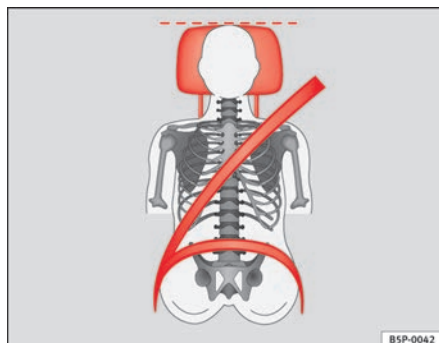
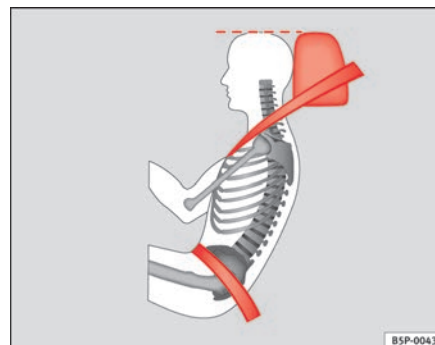

Fig. 72 Visto de frente:
Fig. 73 Visto de lado:
- Ajuste el apoyacabezas de modo que el borde superior del mismo quede a la misma altura que la parte superior de la cabeza, como mínimo a la altura de los ojos. ⇒ **fig. 72** y ⇒ **fig. 73**.